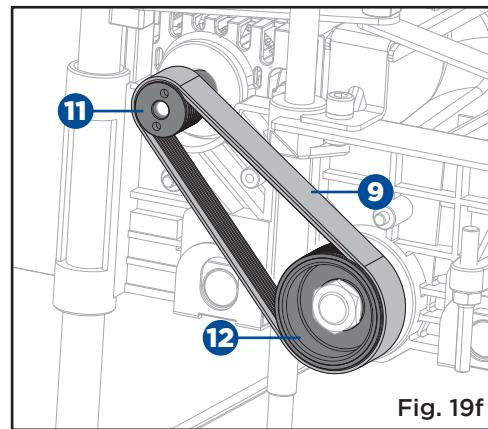

Fig. 19f
- Toutes les rainures de la courroie doivent être engagées dans la position finale indiquée à la fig. 19f et les poulies doivent tourner en douceur.